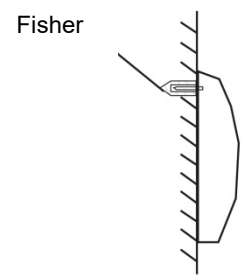

Figura 3
4. Instalar el aparato en la pared (figura 3).